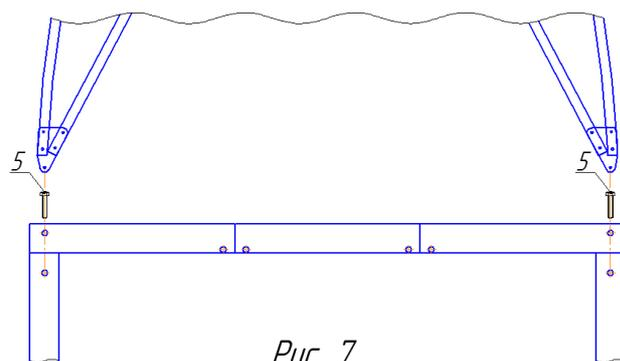

Рис. 7
3.1 Монтаж секций начинаем с любой из торцевых секций. **Шляпки болтов на секции должны быть со стороны улицы, гайки внутри теплицы!!!** Устанавливаем её на основание, совмещаем крепежные отверстия на кронштейнах секции и отверстия на трубах основания. Закрепляем кровельным саморезом №5 (4,8x19 - 4шт) (рис.7).